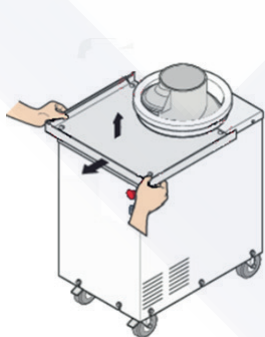

Fig. 5
- alzare e tirare verso di sé il vassoio (Fig. 5);